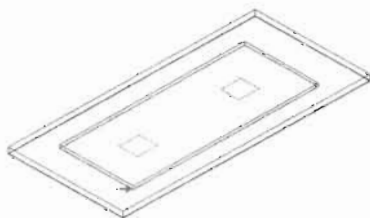

图 13-97
(3) 按空格键继续执行 box 命令,继续创建一个长方体,如图 13-97 所示,命令执行过程如下。